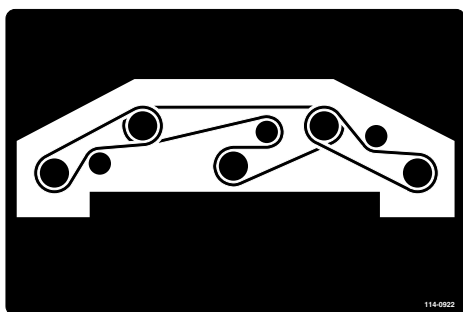

Figure 78
6. Acheminez la courroie neuve autour des poulies d'axe et de l'ensemble poulie de tension, comme indiqué à la Figure 78.